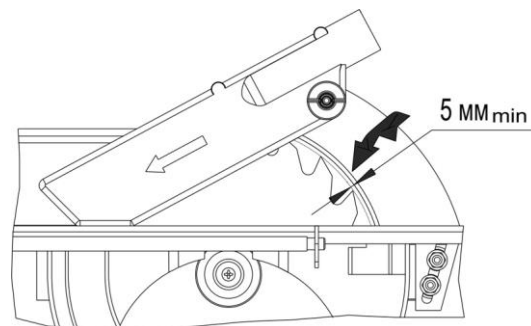

Рисунок 8.
- с радиальным расстоянием между расклинивающим ножом и зубчатым венцом пильного диска не более 5 мм (рис. 8), что достигается перемещением ножа расклинивающего по наклонному пазу. После установки фиксируется гайками 44.